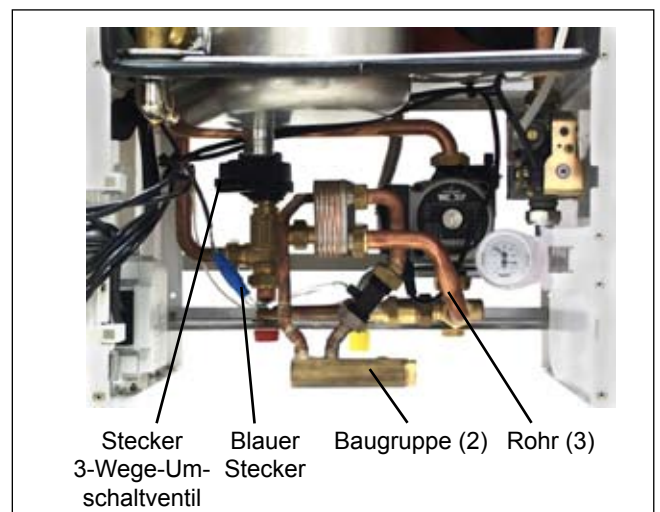

Bild 3: Kombitherme fertig umgerüstet.
- Schrauben Sie die vormontierte Baugruppe (2) an dem 3-Wege-Umschaltventil an.
- Verbinden Sie den Plattenwärmetauscher und den Verteilerblock mit dem beiliegenden Rohr (3).
- Schließen Sie das 3-Wege-Umschaltventil mit dem dafür vorgesehenen Stecker am Kabelsatz an (Bild 3).
- Verbinden Sie die blaue Buchse des Durchflusssensors mit dem blauen Stecker des Kabelsatzes (Bild 3).
- Kleben Sie den Umrüstaufkleber (5) unter das Geräte-Typenschild.